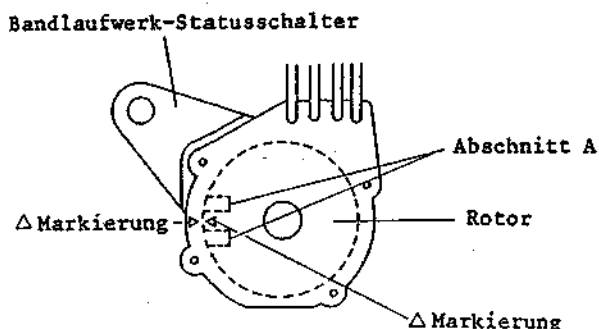

Abb. 3-3
### 3. Einstellung des Bandlaufwerk-Statusschalters (Abb. 3-3)
2. Die Delta-Markierungen auf dem Halter des Bandlaufwerk-Statusschalters und auf dem Rotor ausrichten, und den Bandlaufwerk-Statusschalter so einbauen, daß die Steuernocke (Form eines umgekehrten "L") innerhalb des Abschnittes A des Rotors liegt (siehe Abb. 3-3).